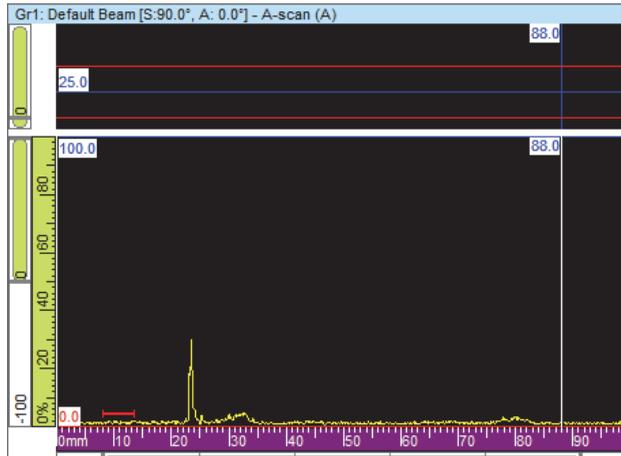

图 4-30 添加第一个TCG点之前的A扫描
5. 将探头定位在适当的位置, 以在A扫描中得到清晰可辨的回波 (参见第124页的图 4-30)。